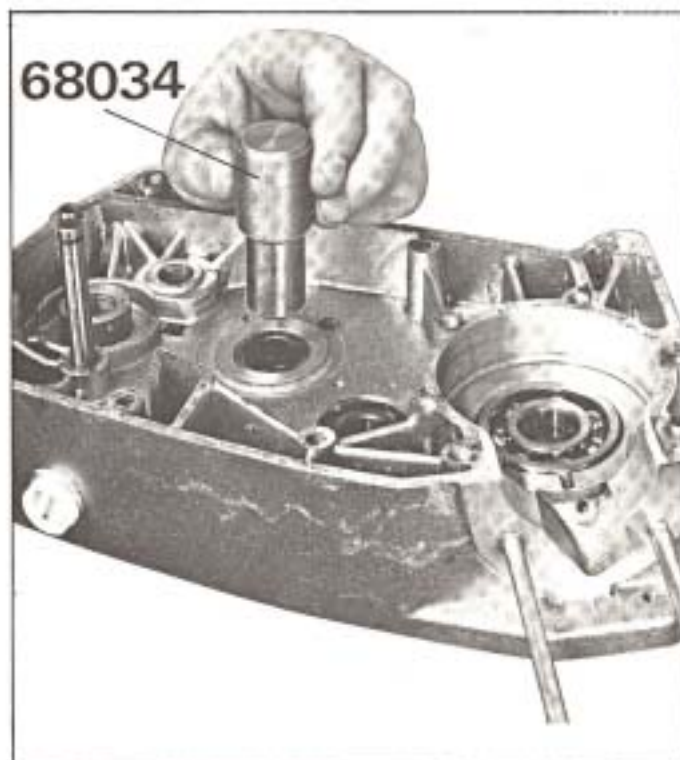

Fig. 45
- Comme aux paragraphes précédents, chauffer le carter et chasser la douille avec le guide 68034 (figure 45).